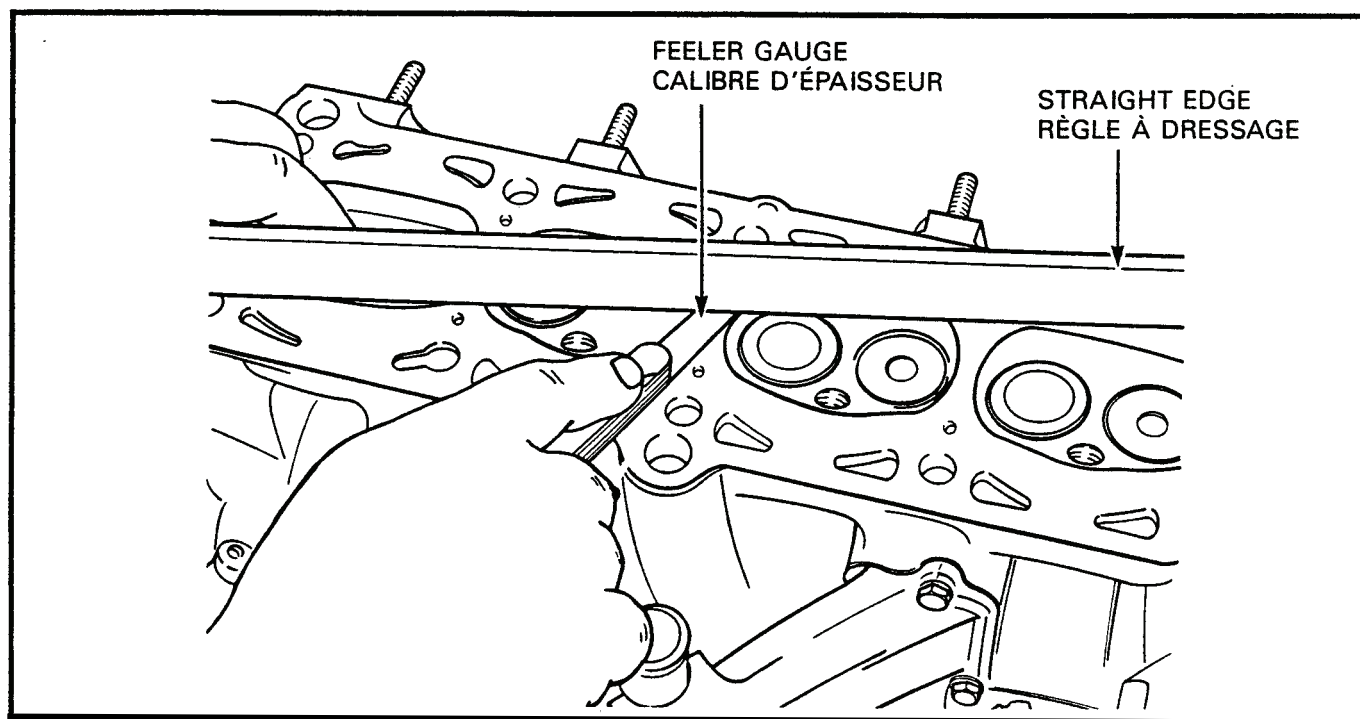
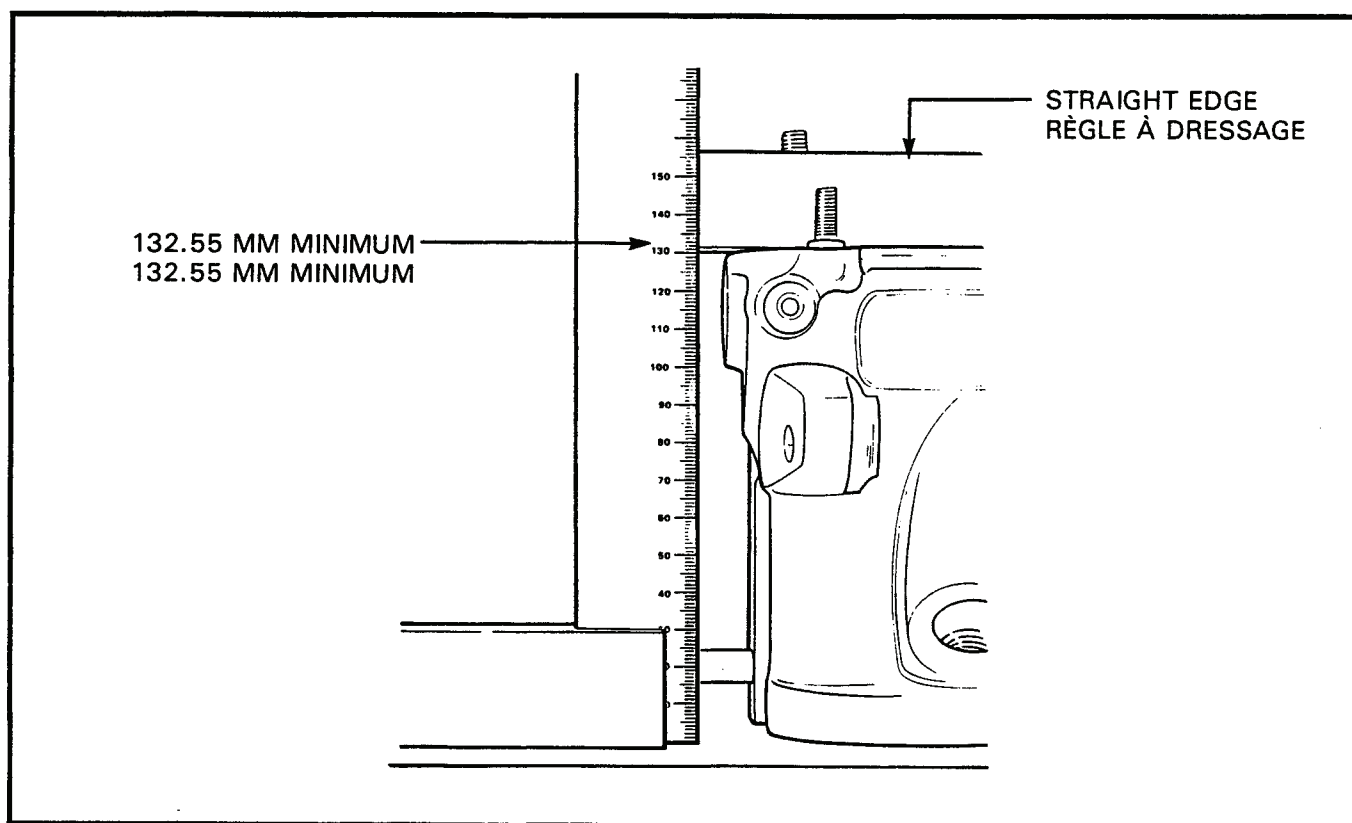

Figure 2-6-18 Cylinder Head Distortion Inspection
Figure 2-6-19 Measurement of Cylinder Head Thickness
- b. Using a straight edge and feeler gauge, check the sealing surface of the cylinder head for distortion, see Figure 2-6-18. If the distortion is greater than 0.1 mm, the head must be resurfaced. After resurfacing, the thickness of the head must not be less than 132.55 mm, see Figure 2-6-19.
- b. Au moyen d'une règle à dressage et d'un calibre d'épaisseur, vérifier si la surface d'étanchéité de la culasse est déformée, voir figure 2-6-18. Si la déformation excède 0.1 mm, réusiner la culasse. Une fois le réusinage terminé, l'épaisseur de la culasse ne doit pas être inférieure à 132.55 mm. Voir figure 2-6-19.